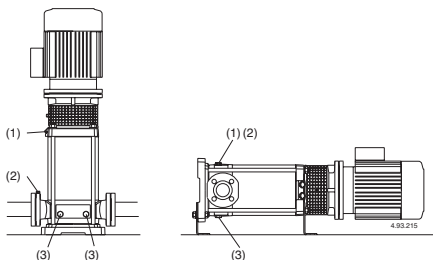

Fig. 4 (1) Riempimento e sfiato
Con il **livello dell'acqua in aspirazione sopra la pompa** (funzionamento sotto battente, **fig. 3B**) riempire la pompa aprendo lentamente e completamente la saracinesca nel tubo di arrivo, tenendo aperta la saracinesca in mandata ed i fori di sfiato (**fig. 4**) per fare uscire l'aria.
Chiudere i fori di sfiato (**fig. 4**), per le pompe MXV-B, MXV(L) 25-32-40 e MXV(L) 4 25-32-40 serrare la vite a spillo (14.17) nel tappo di scarico (14.12) (**fig. 4b**) e chiudere il foro di sfiato (14.04).
Se si verifica una perdita di adescamento (interruzione del flusso di mandata, nonostante le saracinesche siano aperte) o se si nota una oscillazione della pressione indicata dal manometro, ripetere lo sfiato del lato aspirazione, verificare che tutte le giunzioni del tubo aspirante siano a perfetta tenuta e serrare il tappo di sfiato ed i tappi di scarico sul lato aspirazione (**fig. 4**).
Possibilmente, come nel caso di impieghi temporanei con liquidi sporchi, fare funzionare brevemente la pompa con acqua pulita per rimuovere i depositi. Oppure, dopo lo svuotamento, eseguire un lavaggio immettendo acqua pulita (almeno 40 litri) nel foro di riempimento (1) lato mandata e lasciandola uscire dal foro di scarico (3) lato aspirazione (**fig. 4**).
Prima dello smontaggio scollegare il cavo dalla scatola morsetti, chiudere le saracinesche in aspirazione e mandata e svuotare il corpo pompa (**fig. 4**).